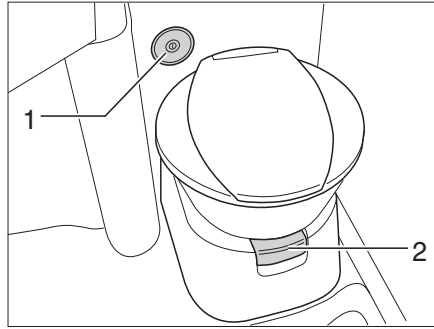
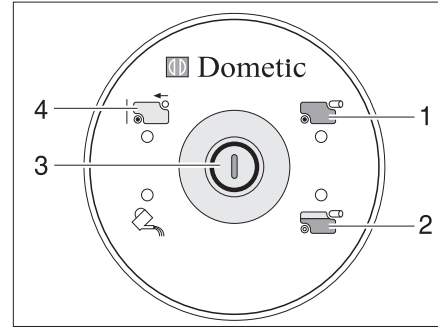

Fig. 280 Taza del inodoro con unidad de control y de mando
Fig. 281 Unidad de control y de mando del inodoro
Antes de utilizar el inodoro dejar que un poco de agua llegue a la taza del inodoro. Para esto, pulsar el botón del inodoro (Fig. 281,3) en la unidad de control y de mando (Fig. 280,2).
- Antes del lavado, abrir la corredera del inodoro. Para esto extraer la palanca de corredera (Fig. 280,1).
- Para lavar, pulsar el botón del inodoro (Fig. 281,3).
La luz de control (Fig. 281,2) se enciende cuando 3/4 del depósito de aguas fecales están llenos.
La luz de control (Fig. 281,1) se enciende cuando es necesario vaciar el depósito de aguas fecales.
- Abrir la corredera. Para esto extraer la palanca de corredera (Fig. 280,1).
- Hundir la palanca de corredera (Fig. 280,1). Se cierra la corredera. Para el vaciado **debe** estar cerrada la corredera del inodoro.
- Sacar el depósito de aguas fecales y vaciarlo como se describe en los apartados 11.8.4 y 11.8.5. En la unidad de control y de mando se enciende el visualizador "depósito de aguas fecales sacado" (Fig. 281,4).